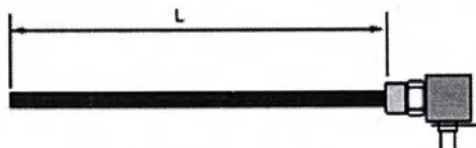

Рисунок 16. Длина трубок подачи воды
Длина трубки подачи воды (L) (Рисунок 16) будет зависеть от расположения позиции забора воды и позиции, к которой подводится вода.